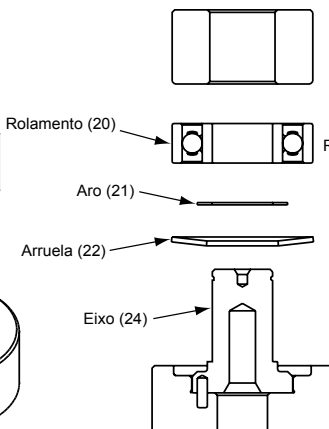

Figura 3
1. Coloque a base da ferramenta de pressão (MPA0203) T-3A para eixo de rolamentos, sobre uma superfície limpa e plana de uma prensa de mão ou algo similar com a abertura para cima. Coloque o eixo (24) na abertura do parafuso com o eixo para cima. Ver figura 3.
2. Coloque a arruela (22) sobre o eixo (24) com a curva do filtro para fora para que o diâmetro exterior do filtro entre em contato com o diâmetro exterior do rolamento (20). Coloque o aro (21) sobre o eixo. Coloque o rolamento (um selo) sobre o eixo com o lado do selo para a arruela. Nota: Assegure-se de que tanto os lados externos quanto os internos dos rolamentos estejam apoiados pela ferramenta de pressão quando inseridos os rolamentos em seu lugar. Pressione o rolamento sobre a ponta do eixo usando a ferramenta de pressão do rolamento (MPA0204) T-3B como mostrado na figura 3.